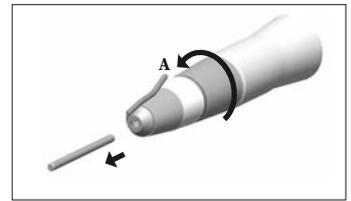

fig. 2
A: abrir fig. 2 B: sujetar fig. 3
- Desconecte el instrumento del motor de transmisión, retire la fresa y deje el ajuste en posición abierta (fig. 2).
- Retire la fresa y deje el ajuste en posición abierta (fig. 2).